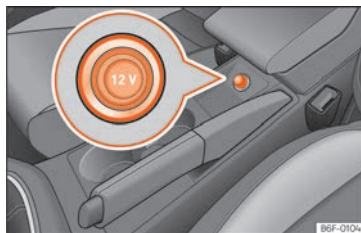

Fig. 135 Presa elettrica anteriore.
- Togliere il tappo dalla presa di corrente situata sulla console centrale »» **fig. 135.**